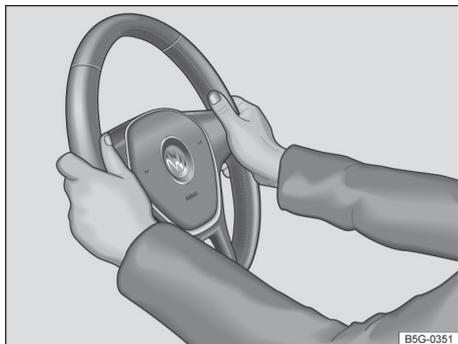

Fig. 64 No volante: posição 9 e 3 horas.
- Ajustar a posição do volante de forma que possa segurá-lo lateralmente pela borda externa na posição de 9h e 3h → Fig. 64 com ambas as mãos e os braços ligeiramente dobrados.